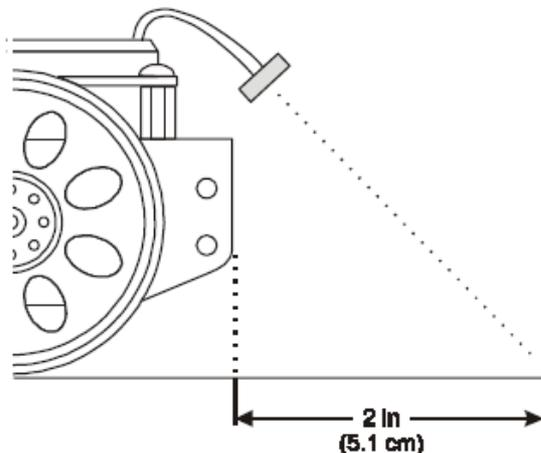

Figura 7-11.- Procura que las LDR apunten a una distancia de unos 5 cm frente al Home Boe-Bot.
- Coloca las foto resistencias como se indica en la figura 7-11.